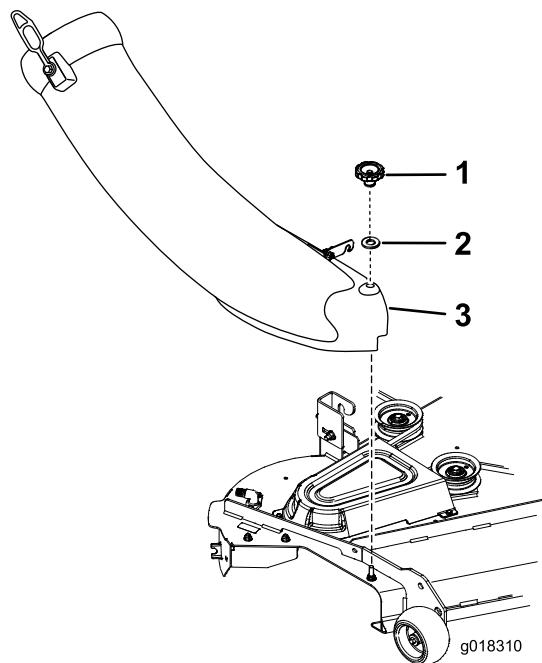

Figura 21
4. Alinee el orificio del conducto y Monte el conducto sobre el perno. Sujete el conducto a la carcasa de corte con el pomo y la arandela plana (5/16 pulgada) (Figura 21).